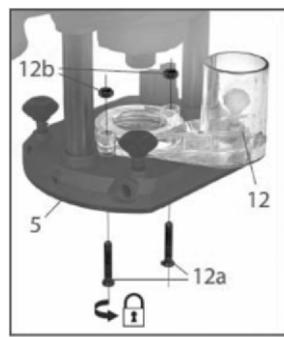

рис.3
- расфиксировать рычаг вертикального положения (рис.1 поз.3) для того, чтобы максимально увеличить рабочее расстояние между суппортом и опорной плитой (рис.3 поз.5);
- отцентрировать отверстия на патрубке пылеотвода (рис.3 поз.12) относительно отверстий опорной плиты;
- зафиксировать положение патрубка при помощи винтов (рис.3 поз.12a) и гаек (рис.3 поз.12b).